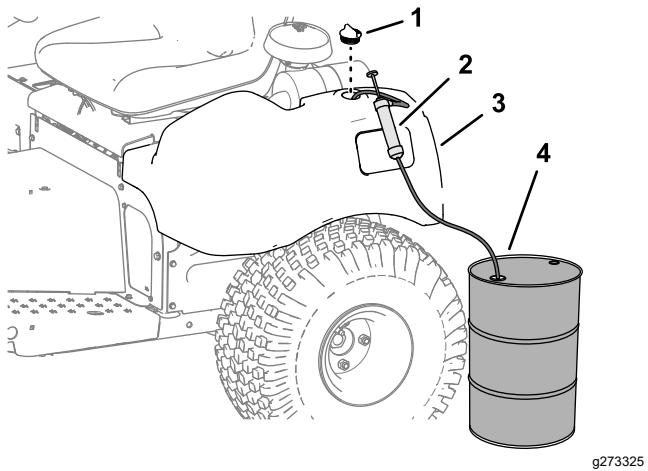

Figura 43
- Retire el tapón del depósito hidráulico (Figura 43).
- Bombee el fluido hidráulico del depósito hidráulico (Figura 43).